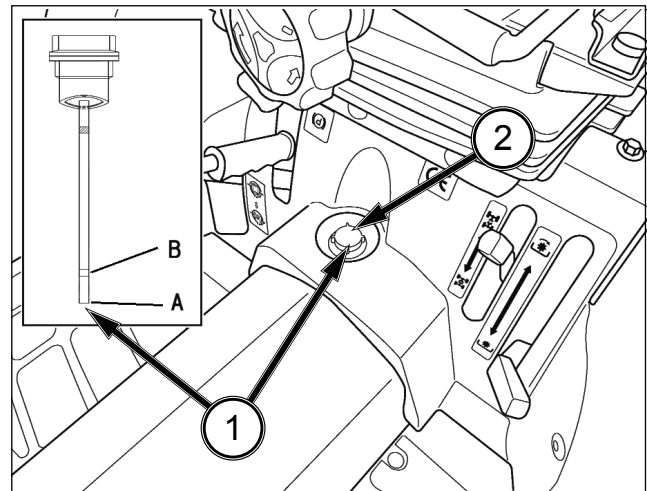

FIG. 94
FIG. 94 : Pour vérifier le niveau d'huile de la transmission - Garez le tracteur sur un terrain plat. Retirez la jauge d'huile (1). Le niveau d'huile doit se situer entre la limite supérieure A et le bout de la jauge d'huile B. Au besoin, complétez le niveau en retirant le bouchon de remplissage (2) et en ajoutant l'huile par l'orifice de remplissage.